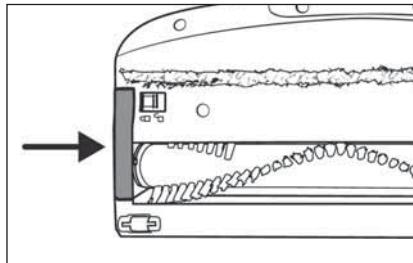

Fig. 27
- Sæt børsterulleholderen 19 ind i gulvbørsten 21 igen. Tryk den ned, indtil den klikker hørbart på plads i gulvbørsten 21 (se fig. 27).